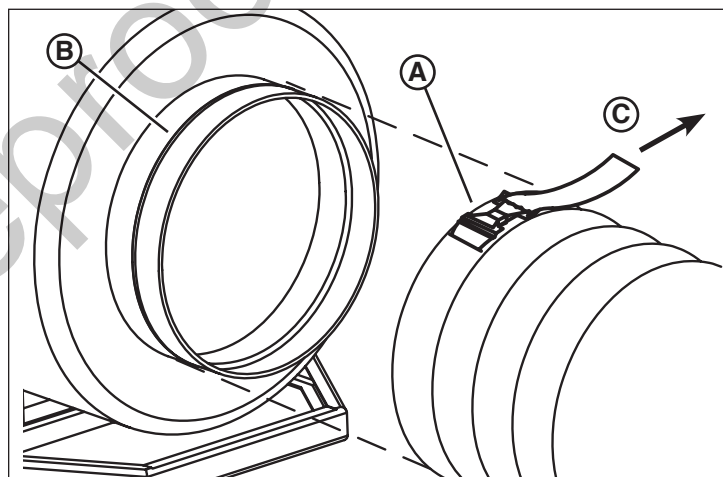

Figura 17
1. Instale el manguito del conducto flexible con la correa y abrazadera (A, Figura 17) sobre el anillo de salida del calentador. Asegúrese de que el manguito, la correa y la abrazadera queden más allá del reborde del anillo de salida (B).
2. Tire del extremo suelto de la correa (C) para apretar el manguito sobre el anillo de salida.